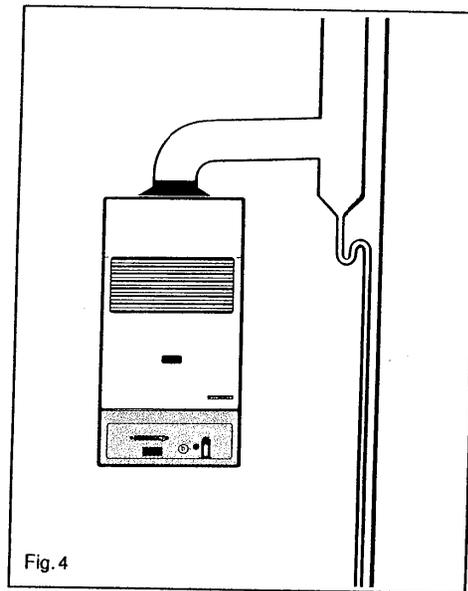

Fig. 4
- Le tracé de la tuyauterie d'évacuation doit être réalisé de façon qu'en aucun cas l'eau de condensation pouvant provenir du conduit ne puisse ruisseler dans la chaudière (fig.4).